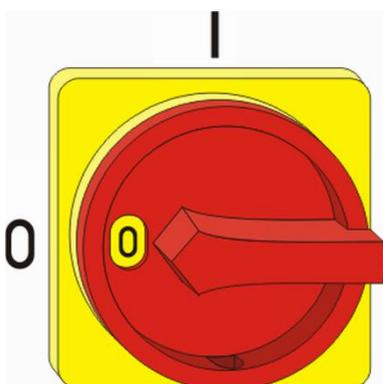

Abb. 28: Hauptschalter
1. Hauptschalter am Steuergerät in Stellung "0" bzw. "Off" (Abb. 28) drehen.